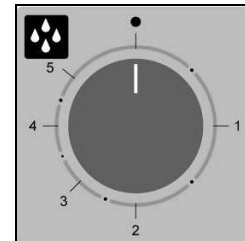

Рис. 3
**Программирование количества пара** – Чтобы произвести пар во время работы печи (рабочая камера горячая), повернуть рукоятку автоматического увлажнения (Рис. 3) в соответствии с желаемым значением (от 1 до 5). Поворачивая рукоятку на позицию • (выключено) увлажнение перестает действовать.